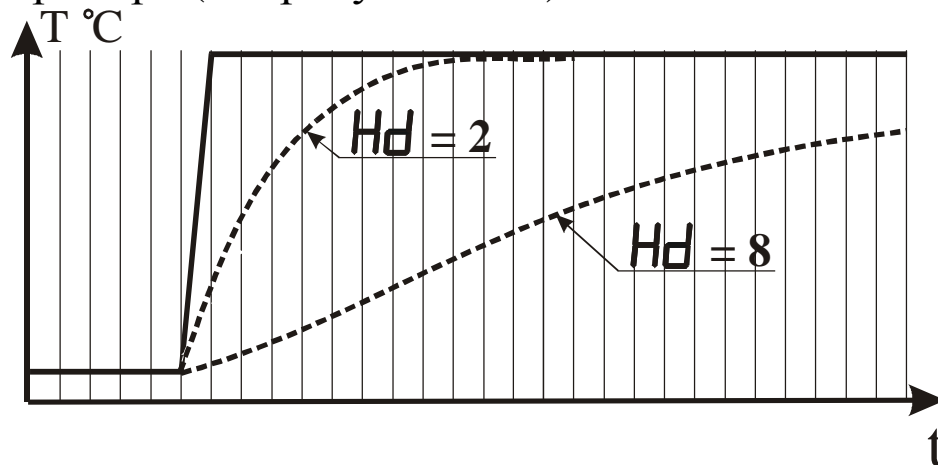

Рисунок 3.12 - Влияние параметра “Время усреднения” на показания прибора при различных значениях параметра  $Hd$
3.3.3.8 Параметр “Время усреднения” указывают в количестве периодов опроса входного датчика ( $N_{\text{опр.}}$ ). Этот параметр позволяет добиться более плавного изменения показаний прибора. Для этого производится вычисление среднего арифметического из последних ( $N_{\text{опр.}}$ ) измерений. При значении параметра равном 0 интегратор выключен. Уменьшение значения времени усреднения приводит к более быстрой реакции прибора на скачкообразные изменения измеряемого параметра, но снижает помехозащищенность прибора (см. рисунок 3.12).